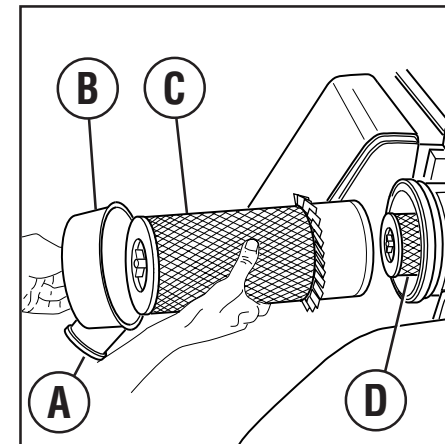

Abb. 43
- 2 - Zunächst ist zu prüfen, ob das Gummiventil (A Abb. 43) auf dem Ende des Deckels frei ist; allfälliges Material entfernen.
- 3 - Filterabdeckung (B Abb. 43) durch Aufdrehen der Befestigungsschraube entfernen.
- 4 - Mittlere Schraube zur Feststellung des Filters (C Abb. 43) lösen und den Filter aus seinem Sitz befreien. Achten Sie hierbei darauf, dass kein Staub in die Muffe gelangt.
VORSICHT! Der Einsatz (3 Abb. 63) muss nach jeweils 12 Reinigungseingriffen und in jedem Fall alle 12 Monate ausgetauscht werden. Bei jedem zweiten Wechsel des äußeren Einsatzes muss auch der Inneneinsatz entfernt und ersetzt werden. Der innere Sicherheits-Filtereinsatz (D Abb. 43) darf weder gewaschen noch mit Druckluft gereinigt werden.